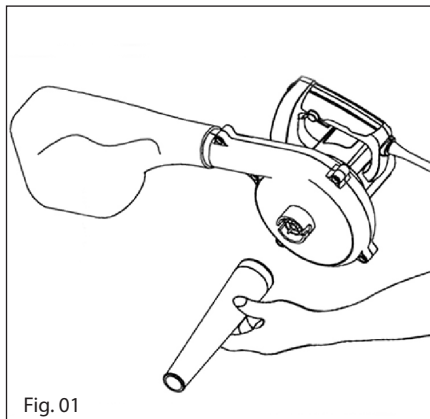

Fig. 01
**Modo de aspiração (fig.01).**
**01** - Insira tubo de plástico na porta da ventoinha de sucção (6) de seguida rode para apertar ( para desapertar rode o tubo no sentido contrário).
**02** - Insira o saco de recolha de poeiras e partículas (7) na abertura de sopro (2).